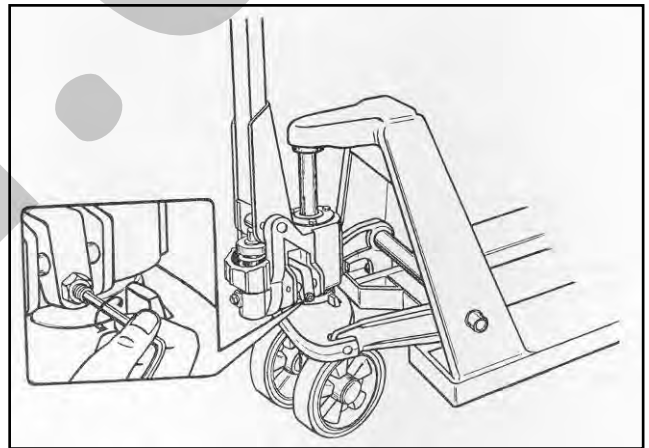

Figura 20 – Vite di regolazione.
3. Ruotare la vite a brugola di alcuni giri in direzione antioraria (Figura 20) e pompare. Se le forche non si alzano, controllare il livello dell'olio. Se l'olio è presente, sostituire la valvola di discesa.